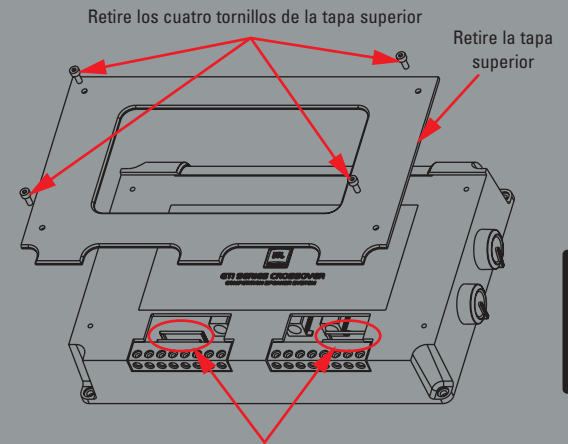

Figura 20.
- Si desea bi-amplificar los altavoces, retire los puentes tal como se muestra en la Figura 20.